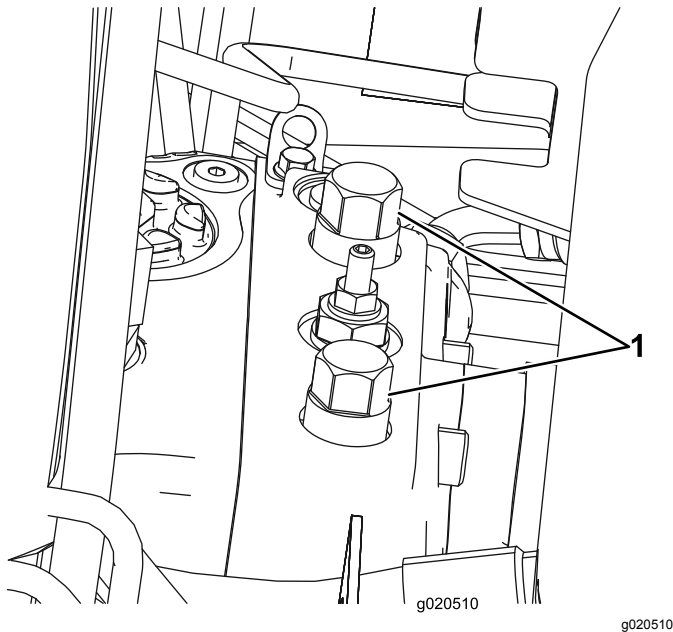

Bild 43
1. Öffnen Sie die Motorhaube und ermitteln Sie die Sicherheitsventile (Bild 43), die sich oben an der Pumpe hinter dem Batteriekasten bzw. Ablagefach befinden.